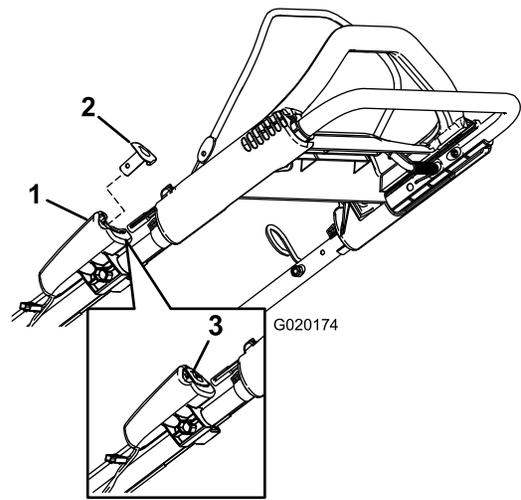

Figure 19
2. Appuyez sur le bouton de démarrage électrique jusqu'à ce que le moteur démarre (Figure 19).
Remarque: Si vous avez retiré le bouton de démarrage électrique, insérez-le dans le démarreur électrique; voir Figure 19.